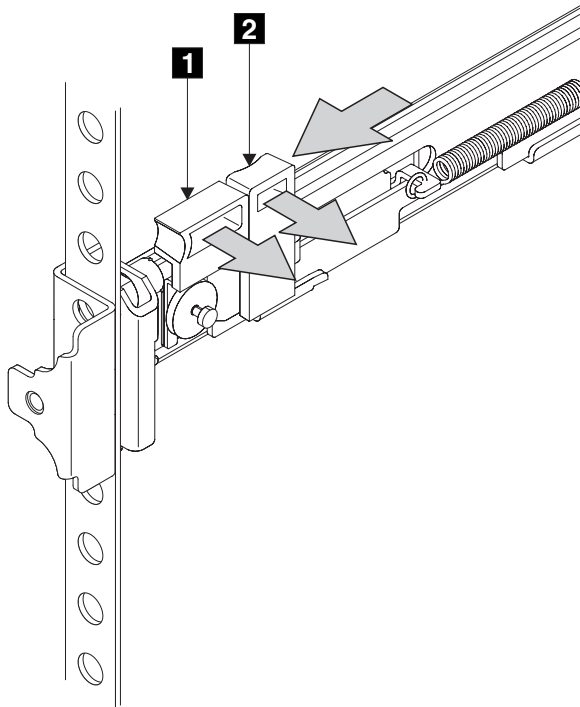

图 129. 关闭插销锁托架组合件
13. 将插销锁²（图 129）推离导轨以放开托架。插销锁托架滑向导轨前端，定位引脚通过前轮缘和前导轨支架中的孔穿出。